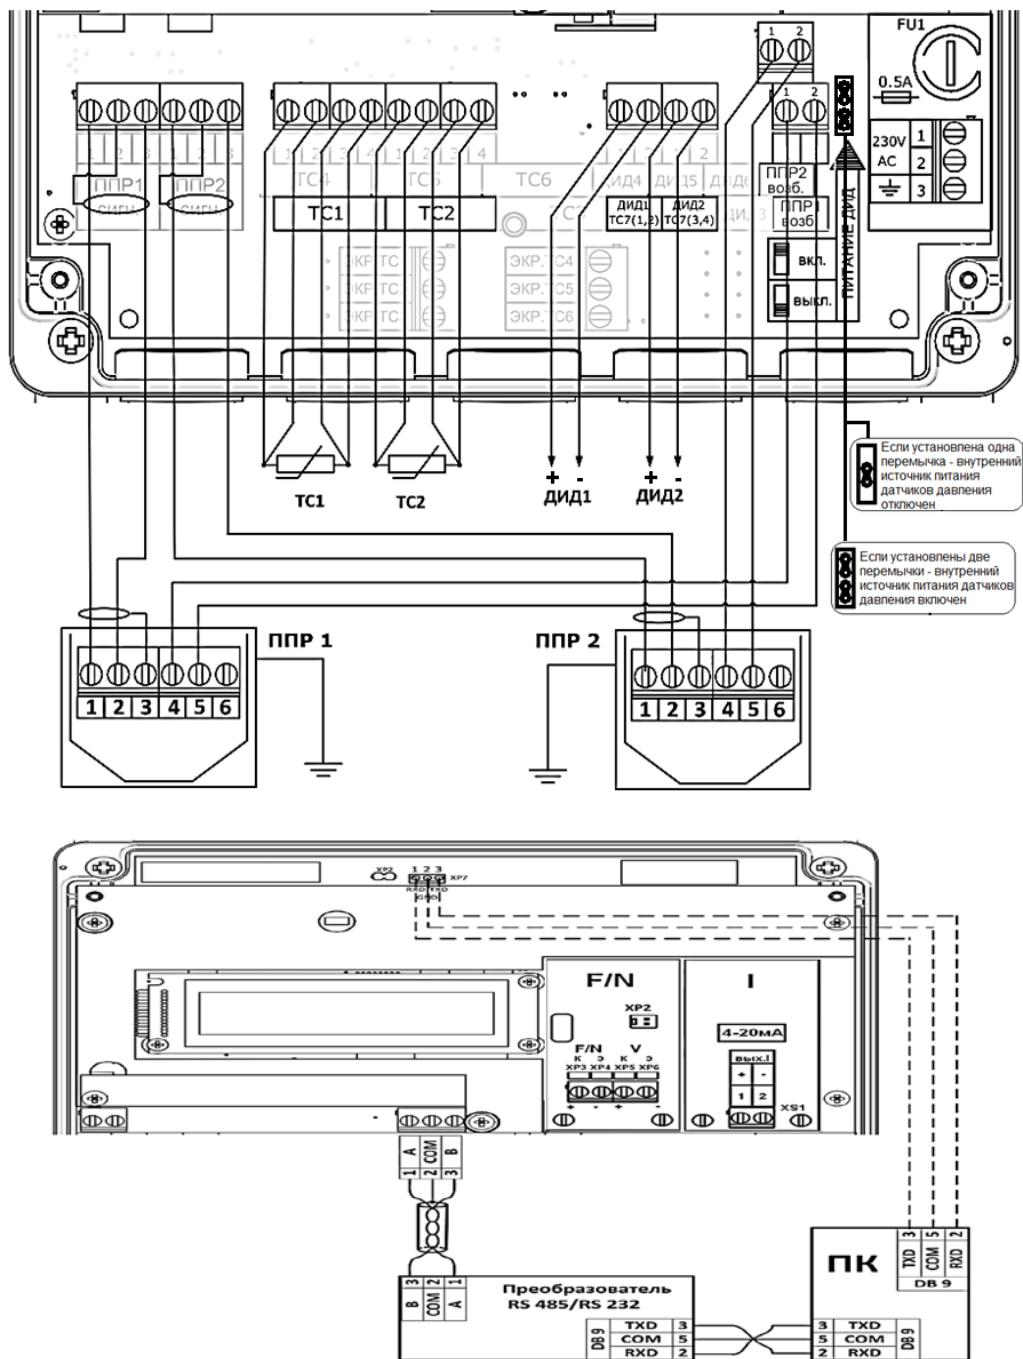

Рисунок 6.9
чиков давления. В этом случае подключение датчиков давления выполняется в соответствии со схемой на рис. 6.9. Для питания датчиков давления должны быть установлены две перемычки. Если расходомер поставляется без встроенных источников питания, должна быть установлена одна перемычка (см. рис. 6.9).
6.7.1 Для проведения монтажа линий связи необходимо отвернуть 4 винта на передней панели ПМ и снять переднюю панель. После этого освобождается доступ к разъемам и клеммникам для подсоединения внешних цепей (см. рисунок 6.9).